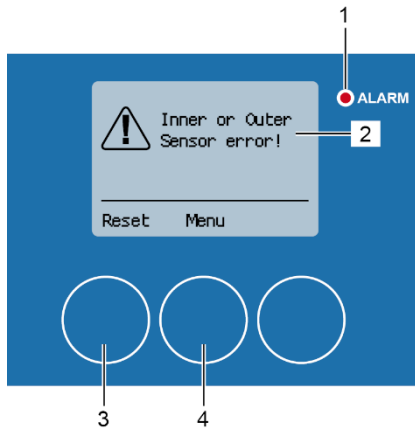

Abbildung 189: Alarm innerer oder äußerer Sensor
Die Alarmmeldung "Innerer oder äußerer Sensorfehler!" (Abbildung 189/2) erscheint während des Reinigungsprozesses sollte ein Problem mit dem inneren und/oder äußeren Annäherungssensor vorliegen. Die rote Alarm-LED (Abbildung 189/1) leuchtet auf.
2. Setzen Sie die Alarmmeldung mit [Zurücksetzen] (Abbildung 189/3) zurück.
Falls die Alarmmeldung zurückgesetzt wird, ohne den Fehler zu beheben, erscheint die Alarmmeldung erneut. Das Menü „1 Hauptmenü“ kann über [Menü] (Abbildung 189/4) aufgerufen werden, um z.B. den Signalzustand der Annäherungssensoren zu überprüfen ☎ Kapitel auf Seite 106.